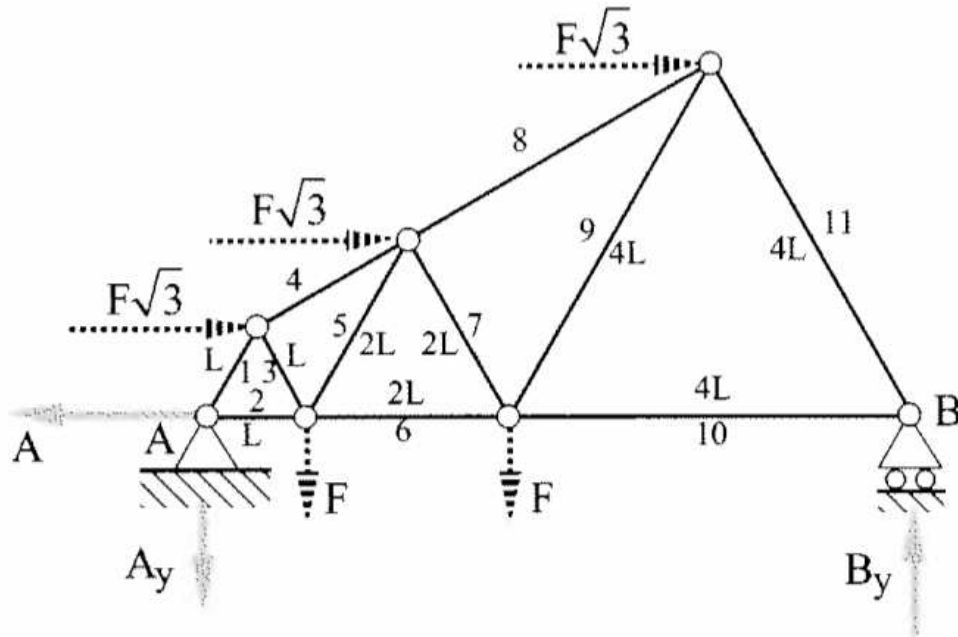

Abbildung 2: Ideales statisch bestimmtes Fachwerk aus Fig. 11.9 von [1]
1. Schreiben Sie ein MATLAB-Programm, das die Eingabematrizen und -vektoren für `trussimulator` für das Fachwerk aus Abbildung 2 initialisiert. Hierbei darf $F = 1\text{N}$ angenommen werden, ebenso wie $L = 1\text{m}$.
10. Berechnen Sie nun mit Ihrer Implementierung von `trussimulator` die Kräfte im Fachwerk aus Abbildung 2. Zur Kontrolle: die Kraft auf Lager A ist $(3\sqrt{3}N, \frac{1}{14}N)$, siehe [1, Abschnitt 11.3].